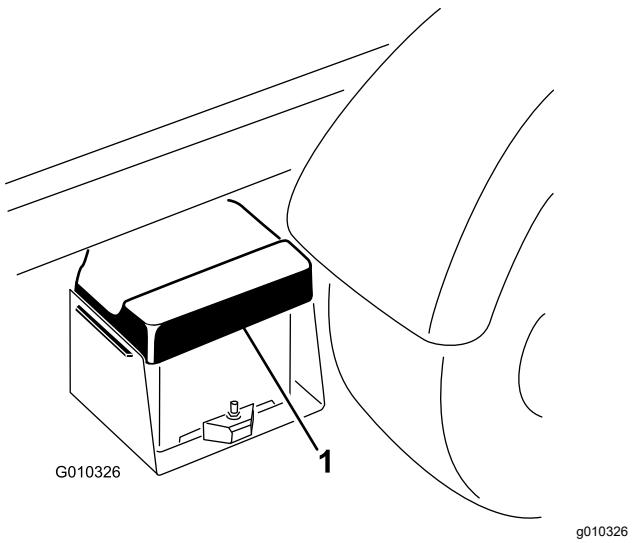

Figure 41
- Appuyez sur le couvercle de la batterie pour dégager les pattes de la base de la batterie et déposez le couvercle de la base (Figure 41).